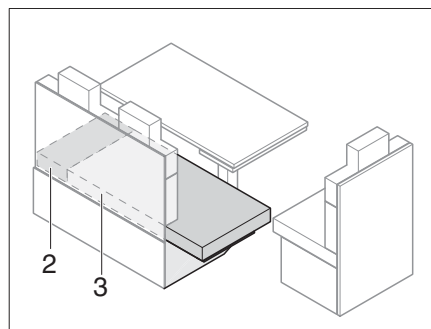

Bild 134 Efter förstoringen
- Dra sittdynorna (Bild 134,3) på sittbänksförlängningen.
- Skjut in extradynan (Bild 134,2) mellan sittdynorna (Bild 134,3) och ytterväggen.
- Ta bort extradynor (Bild 134,2).
- Dra sittdynor (Bild 134,3) på sittbänken.